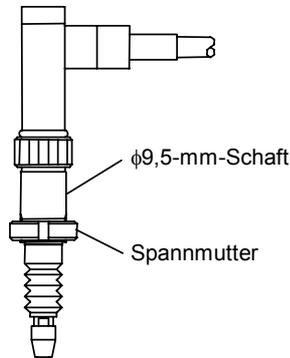

Abb. 4-6-8 Linear Gage mit 9,5mm-Schaft und Spannmutter
Beachten Sie bei der Montage dieser Geräte die folgenden Besonderheiten (siehe Abb. 4-6-8).
- Um ein Linear Gauge (siehe Abb. 4-6-8) auf dem i-Checker zu montieren, benötigen Sie eine Buchse ($\phi 9,5 - \phi 15$ mm) und eine Schaftbuchse ($\phi 15$ mm), die beide als Sonderzubehör erhältlich sind.